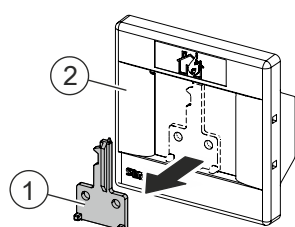
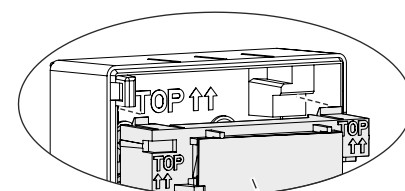

Fig. 1
Fig. 3
1. Break the key (1) out of the housing cover (2). Keep the key (1) in a safe place (Fig. 1).
2. Determine the entry opening(s) in the back box (3).
With recess-mounted cable entry: Breakout point in back box (3) (Fig. 3).
2. Pull the cable through the entry opening into the back box (3) (Fig. 3).
4. Close the back box (3) with the housing cover (2) (Fig. 3).
5. When inserting the switching unit into the back box (3), note the feed line. Avoid crushing the feed line.
6. Insert the switching unit into the back box (2) with the word 'TOP' facing upwards (Fig. 3).
7. Press the switching unit firmly into the back box (3).
1. Brechen Sie den Schlüssel (1) aus dem Gehäusedeckel (2) aus. Bewahren Sie den Schlüssel (1) sicher auf (Fig. 1).
2. Bestimmen Sie die Zuleitungsöffnung(en) im Gehäuseboden (3).
Bei Unterputz-Kabeleinführung: Ausbruchstelle im Gehäuseboden (3) (Fig. 3).
2. Ziehen Sie das Kabel durch die Zuleitungsöffnung in den Gehäuseboden (3) ein (Fig. 3).
4. Verschließen Sie den Gehäuseboden (3) mit dem Gehäusedeckel (2) (Fig. 3).
5. Achten Sie beim Einführen des Schaltungseinsatzes in den Gehäuseboden (3) auf die Zuleitung. Vermeiden Sie Quetschungen der Zuleitung.
6. Setzen Sie den Schaltungseinsatz mit der Beschriftung 'TOP' nach oben gerichtet in den Gehäuseboden (3) ein (Fig. 3).
7. Drücken Sie den Schaltungseinsatz fest in den Gehäuseboden (3) ein.